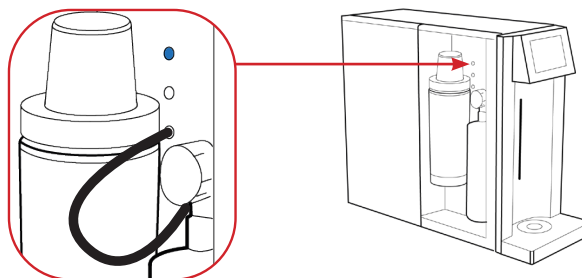

Fig. 1-15
33.3 – Mantenere premuto qualsiasi tasto per erogare acqua e verificare che si illumini un led di colore blu posizionato nel vano contenente bombola CO₂ e filtro. Al termine dell'erogazione, il led si spegnerà automaticamente, vedi Fig. 1-15. Questa è la conferma che il sistema sta funzionando in modo corretto.